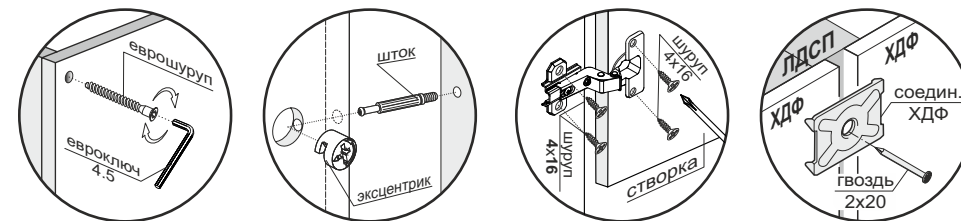

Рис.1
1. К цоколям (8) и боковинам (1) прибить подпятники (рис.1).
2. К поперечинам (2) прикрутить направляющие винтами-потай 6,3х13 (рис.1).
3. Соединить боковины (1) и поперечины (2) с планками (6,7) шкантами и еврошурупами, затем со стяжками (4,5) и цоколями (8) еврошурупами (рис.1).
4. На собранную часть изделия установить крышу (3) с помощью шкантов и эксцентриков (рис.1).
5. Замерить диагонали секции (они должны быть равны: +/- 2 мм) и прибить гвоздями 2х20 заднюю стенку, состоящую из ХДФ (11,12), соединительной планки и соединителей ХДФ (рис.1).
6. Установить изделие на постоянное место. Шурупами 4х16 прикрутить уголок 20х20 к крыше (3) и через ХДФ (11) закрепить к стене (рис.1). **Так как материалы стен различаются, крепеж для фиксации к стене не прилагается. Для выбора подходящего крепежа обратитесь в специализированный магазин.**
7. **Только после окончательной сборки** навесить створки (14) на короб тумбы, используя петли и шурупы 4х16 (рис.1). Отрегулировать петли.